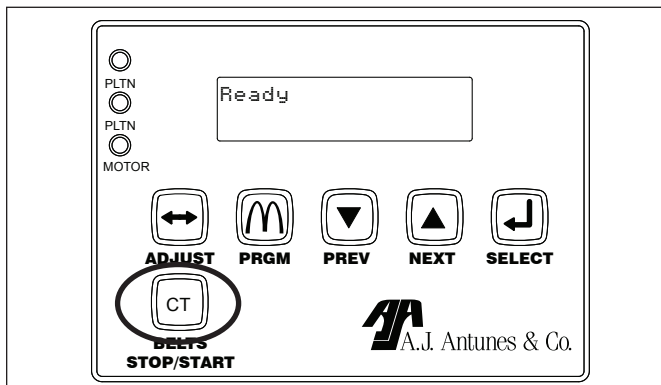
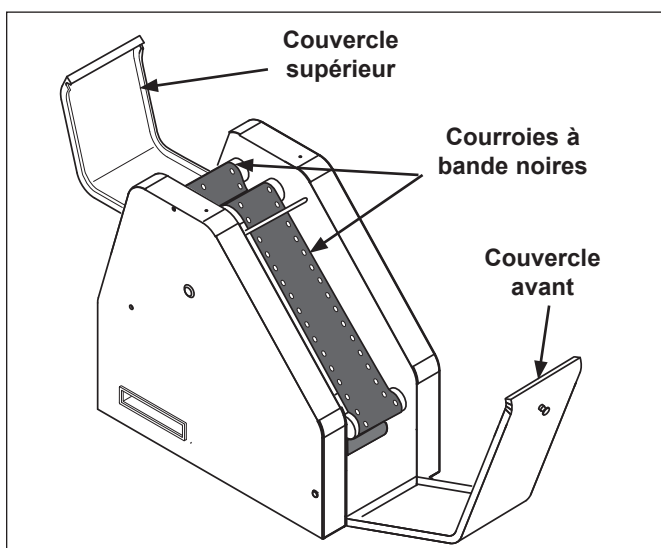

Figure 7. Touche Belts Start/Stop (Marche/Arrêt courroies) (Touche CT)
Figure 8. Accès aux courroies à bande
**REMARQUE :** Les courroies à bande continueront de tourner pendant la période de refroidissement. Cela est normal. Il sera nécessaire d'arrêter les courroies pour les nettoyer. Pour cela, appuyer sur la touche BELTS START/STOP (Marche/Arrêt courroies). Appuyer sur la touche BELTS START/STOP (Marche/Arrêt courroies) de nouveau pour reprendre la rotation de la courroie (figure 7).
1. Ouvrir le couvercle avant et le couvercle supérieur (figure 8). Appuyer sur  (figure 7) pour arrêter temporairement les courroies à bande.
5. Ouvrir le couvercle avant et le couvercle supérieur (figure 8).